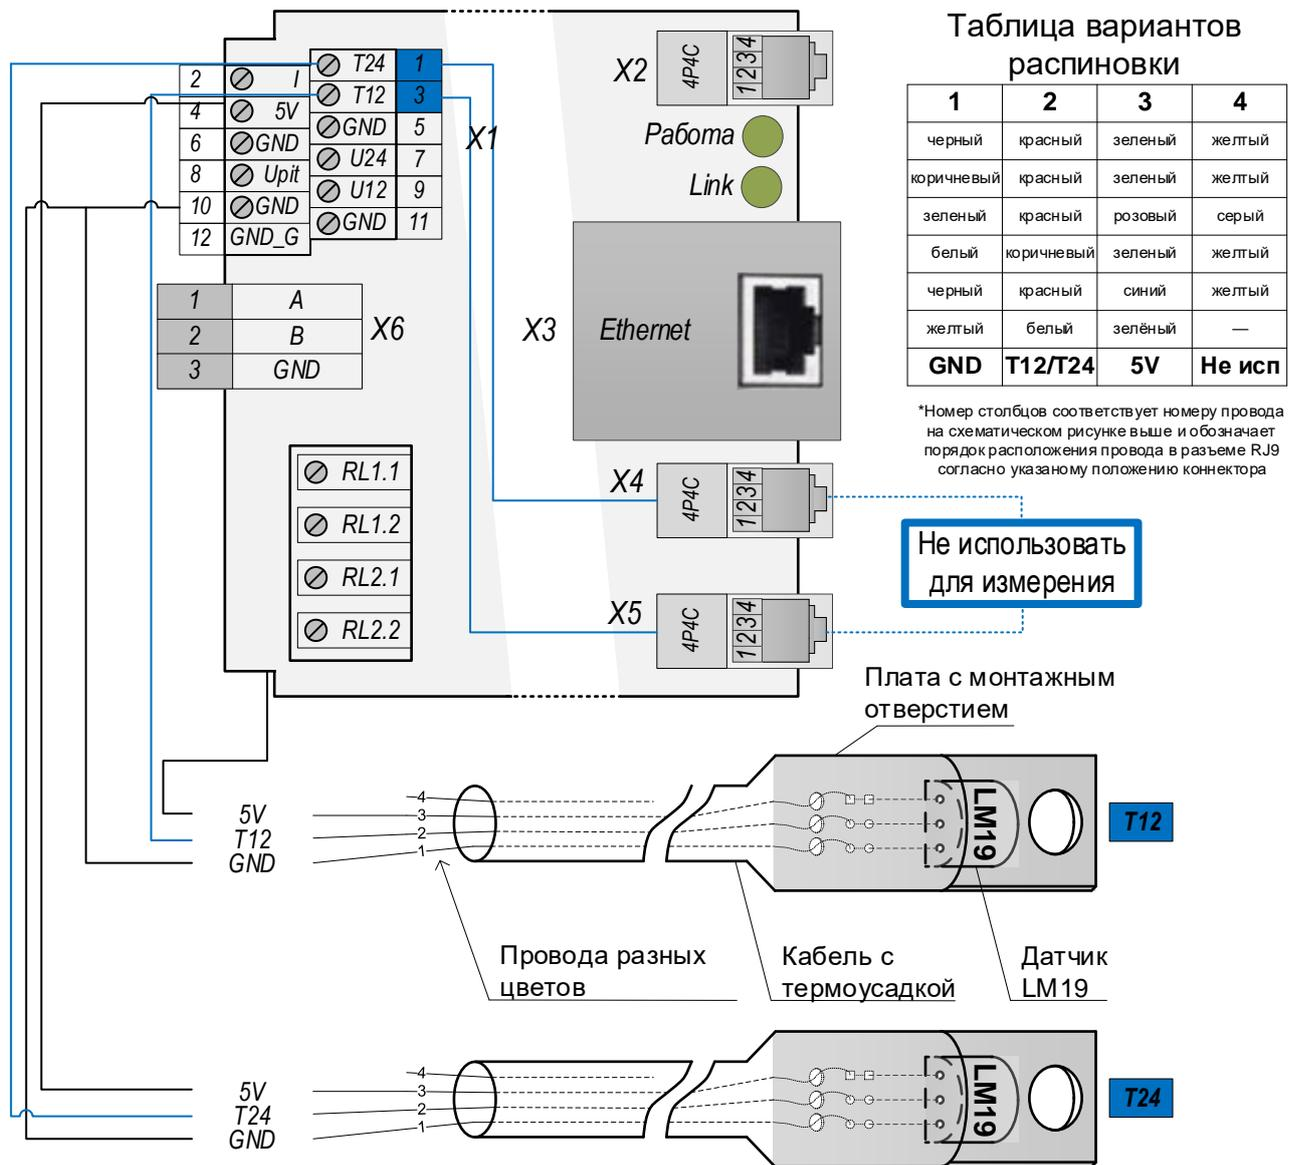

Рис.5.2. Подключение датчиков температуры. Вариант 2
5.2. Следует соблюдать полярность подключения датчика температуры. Если используется тип LM19, то датчик должен располагаться плоской стороной вниз относительно лицевой стороны корпуса прибора (рис.5.1 слева). Если используется ДТ-ЛМ-К, то следует ориентироваться по цвету его проводов (рис.5.2 справа). ПРИМЕЧАНИЕ: при подаче питания с неверно подключенным датчиком он выйдет из строя.